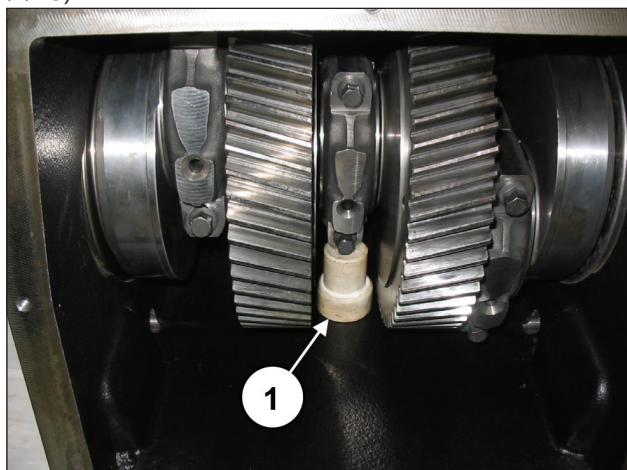

图 13
将一个垫块插入中央连杆柄下，以阻止曲轴的旋转（①，图 13）。